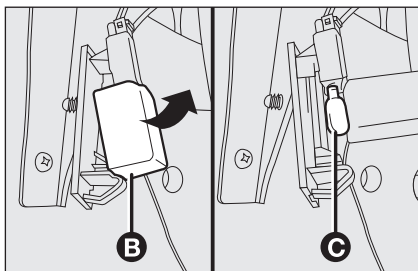

fig. 36
- aprire il coprilampada **B**-fig. 36 e sostituire la lampada **C** inserita a pressione;